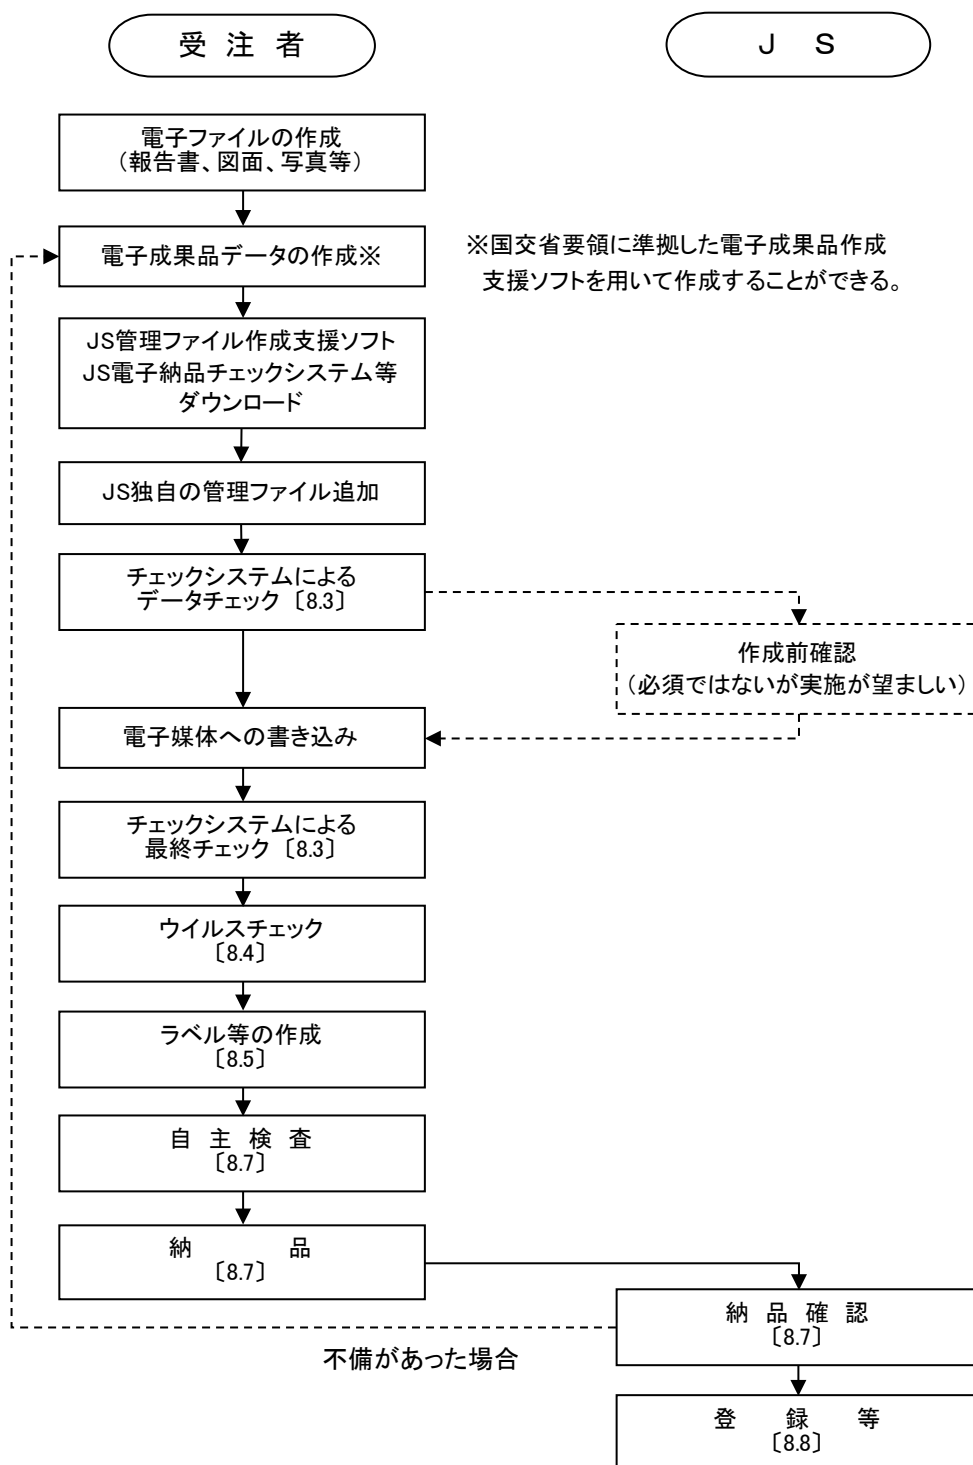

図 8-1 電子成果品の作成の流れ
- 電子成果品の作成の流れは図 8-1 に示すとおりである。
- 電子成果品の作成は、図 8-1 に示す手順に従い、本章各節の規定に基づいて行う。
- 電子成果品データは、国交省要領・国交省 CAD 基準に準拠した電子成果品作成支援ソフトを利用して作成することが可能である。一部フォルダ名ファイル名の命名規則が JS 独自になっているが、データ表現・文字数は国交省要領・国交省 CAD 基準の制限範囲内で定めている。追加作成が必要な JS 独自の業務管理ファイル(JS) (INDEX_DJ.XML) 及び図面管理ファイル (JS) (DRAW_JS.XML) は、JS 管理ファイル作成支援ソフトを用いて作成することができる。